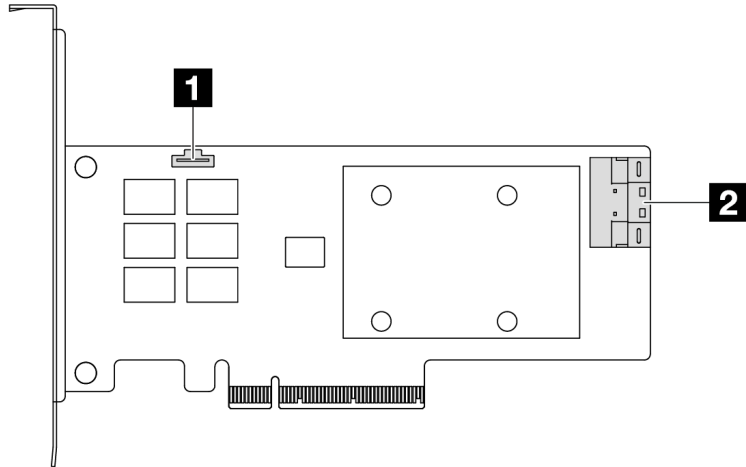

Рис. 298. Адаптер RAID/HBA 8i Gen 4 SFF (один разъем порта)
- Рис. 298 «Адаптер RAID 8i Gen 4 SFF (один разъем порта)» на странице 310